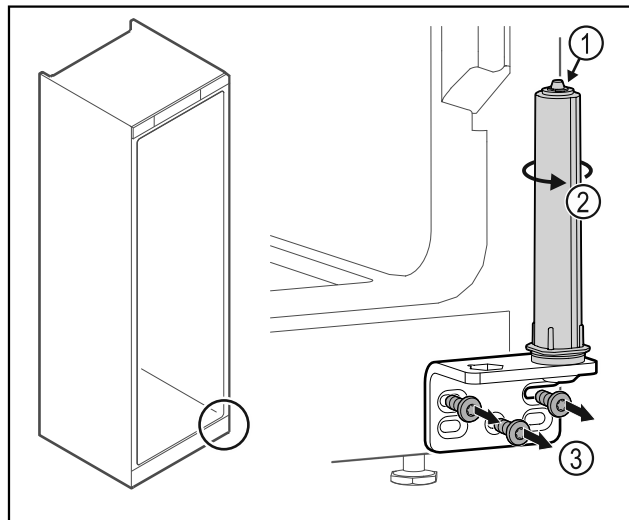

Fig. 28
- ▶ Türschließsystem nicht zerlegen Fig. 28 (1).
- ▶ Schließsystem Fig. 28 (2) drehen, bis es klickt.
- ▶ Scharnierwinkel Fig. 28 (3) abschrauben.